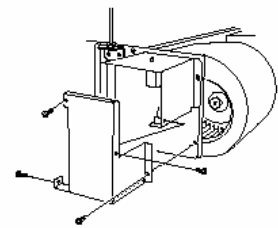

Fig. 16
- 1) Otez les 3 vis maintenant le capot du coffret électrique. (Figure 16)